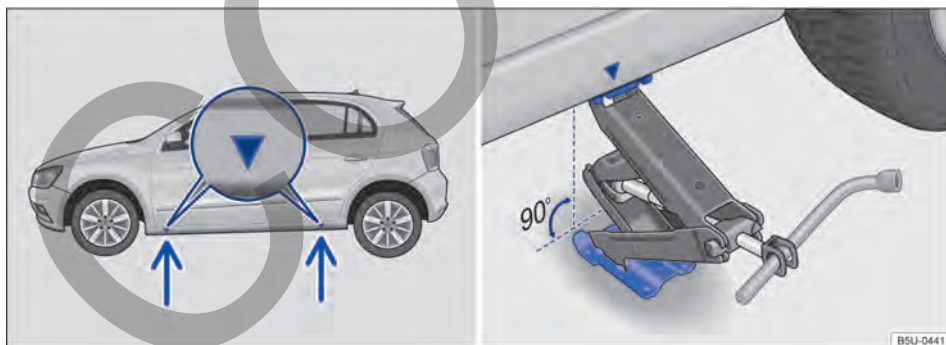

Fig. 209 Puntos de apoyo del gato y gato posicionado atrás en el lado izquierdo trasero del vehículo.
El gato únicamente puede ser posicionado en los puntos de apoyo indicados (marca en la carrocería) → **fig. 209**. Es válido el punto de apoyo ubicado próximo a la rueda correspondiente → **⚠**.
7. Buscar debajo del vehículo el punto de apoyo del gato → fig. 209 más próximo a la rueda que se debe cambiar.
9. Garantizar que la base del gato, con toda su superficie, esté sobre el piso y que la base se encuentre perpendicularmente por debajo del punto de colocación → fig. 209.
10. Alinear el gato y, simultáneamente, levantar la garra del gato hasta que se encaje en el travesaño debajo del vehículo → fig. 209.
- Posicionar el gato únicamente en los puntos indicados. La garra del gato debe encajarse en el perfil del larguero de forma segura → fig. 209.